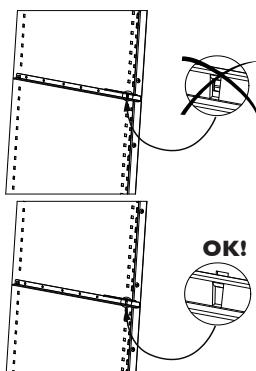

Abbildung 2
1. Setzen Sie in die hierfür vorgesehenen Stangen 2 Führungsschienen ein. Platzieren Sie für jedes Regal eine Führungsschiene rechts und eine Führungsschiene links (siehe Abbildung 1). Achten Sie darauf, die Führungsschienen an ihrem Platz festzuklipsen (siehe Abbildung 2).